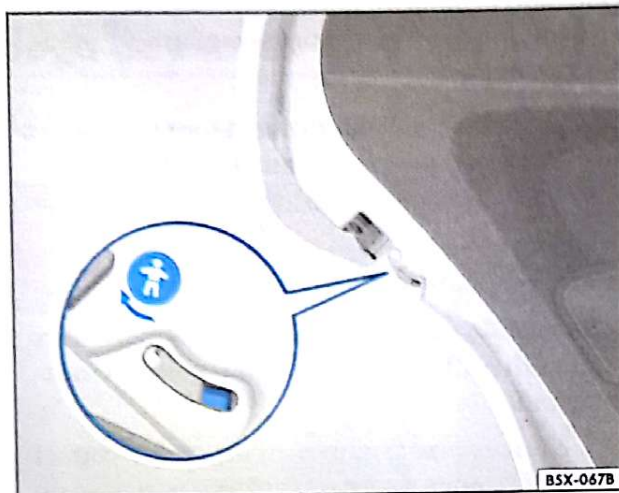

Fig. 44 Trava de segurança para crianças na porta traseira
- Desloque a trava para cima ⇒ fig. 44.